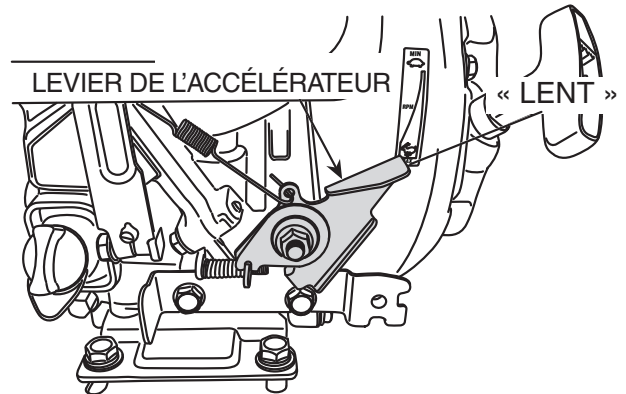

Figure 13. Levier de l'accélérateur (Lent)
4. Déplacer le levier d'accélérateur (Figure 13) à la position **LENT** (ralenti).
1. Placer le levier du starter (Figure 13) en position lente et écouter pour détecter si la vitesse du moteur s'est réduite.